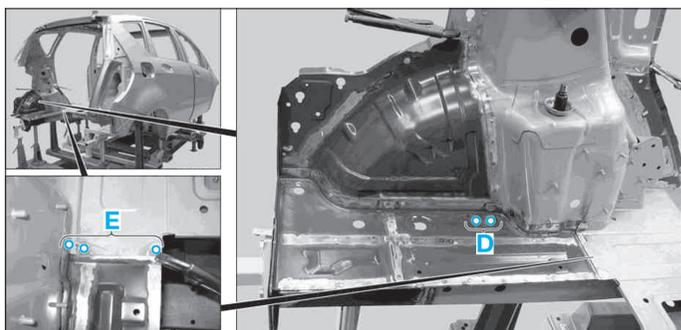

FIG. 139
- Percer sur le plancher arrière des trous (Ø 6,5 mm) dans les zones (D) et (E) (Fig.139).